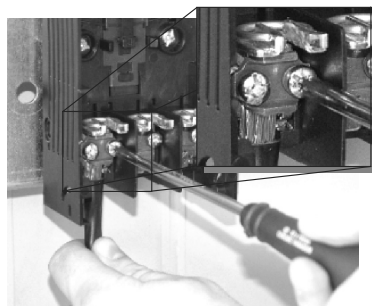

Figura 12
- Fixe os condutores (Figura 12);